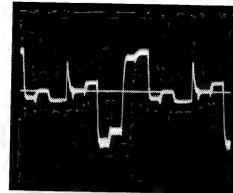

Abb. 60
- ⑩ Mit L 254 Doppelkonturen möglichst gut zur Deckung bringen (Abb. 60 und 61).
Oszillograf an Mp. ③ (B—Y). Mit Sättigungsregler 100 V_{ss} (5 Skalenteile) einstellen (Abb. 60).